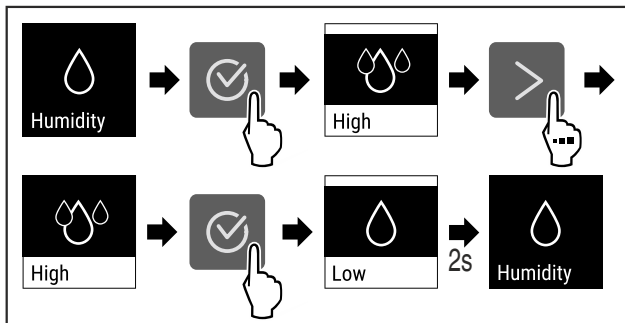

Fig. 76
- ▶ Følg anvisningene (se Fig. 76).